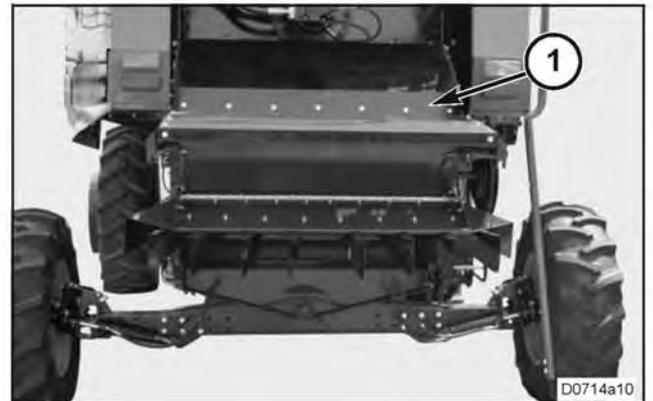

FIG. 181
FIG. 181: la estructura de escape (1) del rotor dirige los residuos de la cosecha hacia el picador de paja, hacia el esparcidor o directamente al suelo cuando no se cuenta con picador o esparcidor.